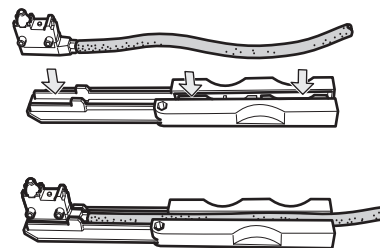

Fig. 6
- ▶ Insérer l'émetteur avec le câble dans l'aide de montage (Fig. 6).